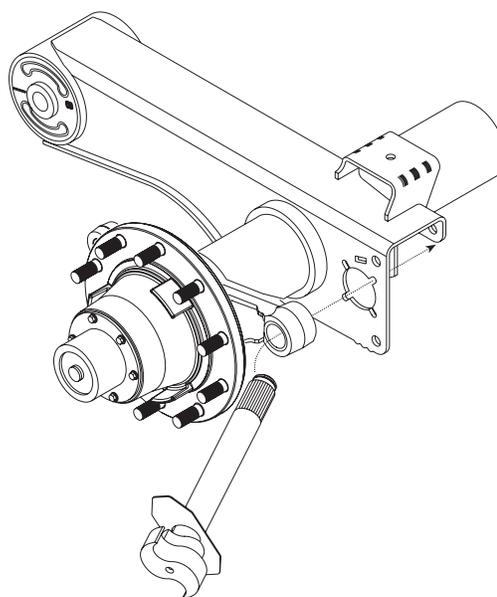

Figura 26: Instalando la leva-S en los modelos con Sistema de Leva en Tubo
3. **Deslice** la rondana externa de la leva en la leva-S hasta que haga contacto con la cabeza de la leva-S como se muestra en la Figura 26.
4. **Incline y deslice** el ensamble de la leva-S a través de la araña y la viga (Figura 26).